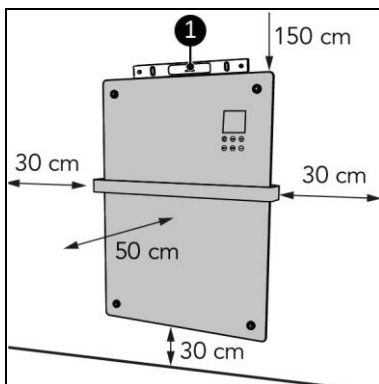

Figure 8
5. Placez l'appareil sur une surface verticale et solide. Utilisez un niveau à bulle pour placer l'appareil (figure 8, pos. 1).
6. Placez l'appareil en respectant une distance minimale (figure 8) de :